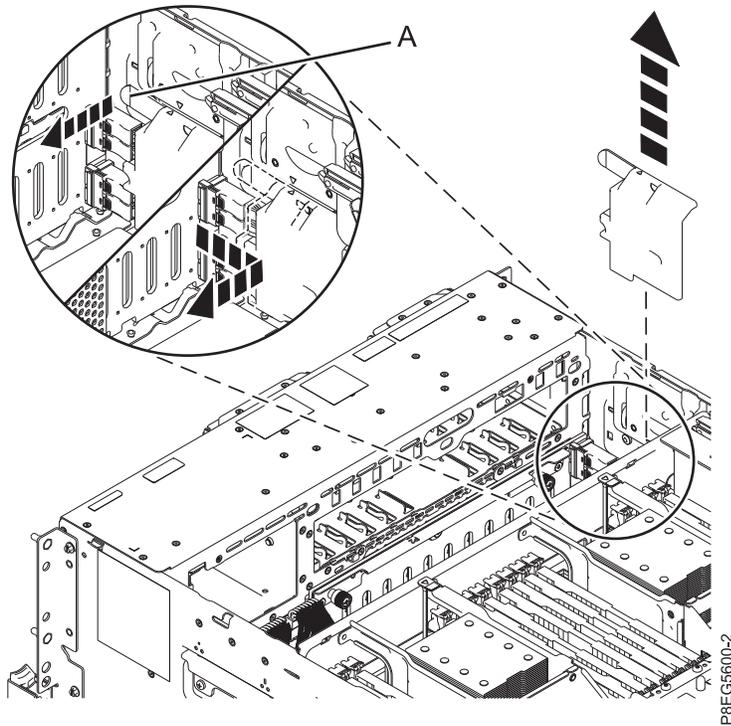

Abbildung 1. SAS-Kabelabdeckung ausbauen
3. Bauen Sie die Abdeckung von der Vorderseite des SAS-Kabels aus. Fassen Sie den Griff (A) an und ziehen Sie ihn von der Seite des Systems weg. Schieben Sie die Abdeckung anschließend zur Rückseite, um diese auszubauen, wie in Abb. 1 auf Seite 3 dargestellt.